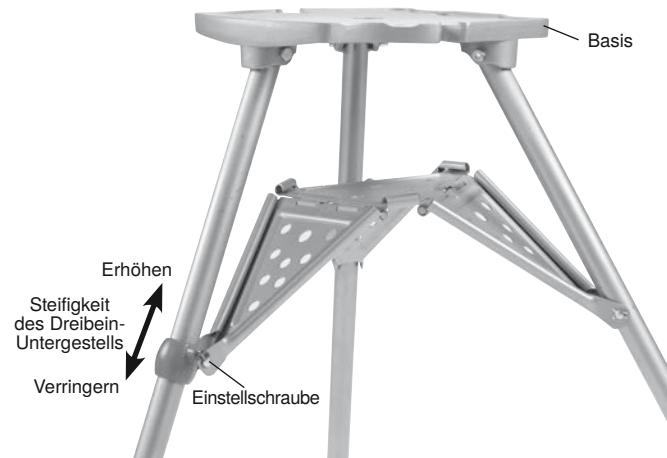

Abbildung 5 - Einstellen der Ablagenstütze
- b. Lösen Sie die Stellschraube an der hinteren Ablage (siehe Abbildung 5).